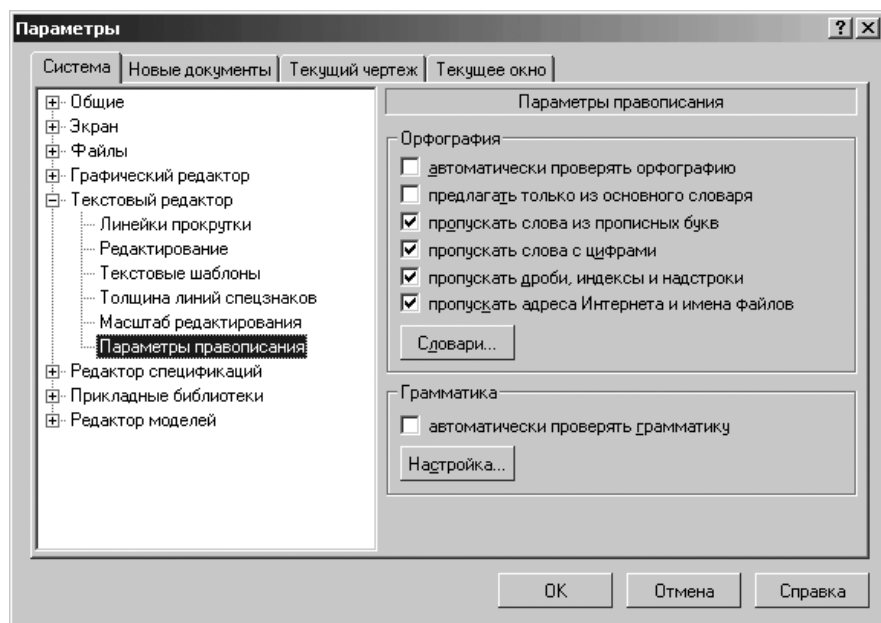

Рис. 9.40. Диалоговое окно **Параметры** с открытой вкладкой **Система** и открытой панелью **Параметры правописания**
- щелкните по пункту **Параметры правописания**. Откроется в правой части диалогового окна панель **Параметры правописания** (рис. 9.40);